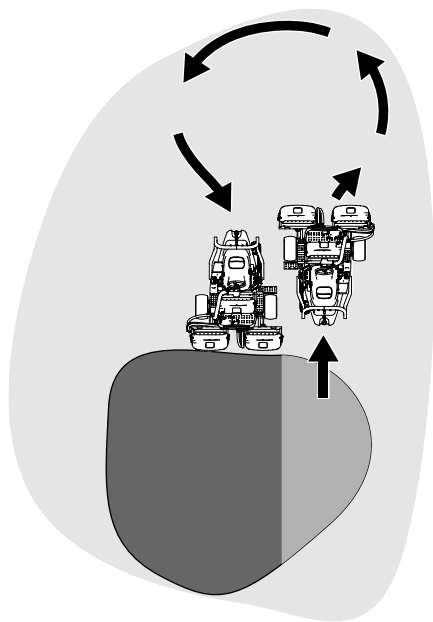

図 32
6. Uターンするとき、一旦反対側にハンドルを切ってから旋回すると、楽に、しかも効率良く回ることができて次の列そろえが楽になります。反対側に軽く振ってから旋回すると雨だれ形の旋回 図 32 になって、スムーズに次の列に入ることができます。